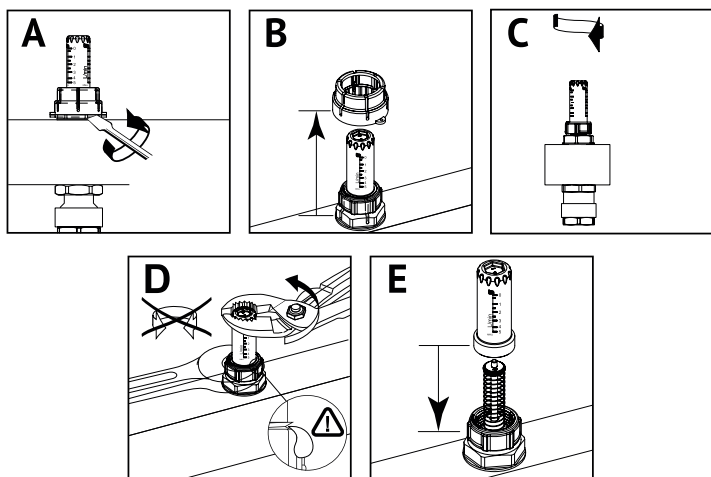

Рис.6 Очистка расходомера
• Очистка расходомера (Рис.6).
3. Выкрутите колбу расходомера с помощью ключа, придерживая черный штуцер другим ключом (D);
4. Очистите колбу расходомера или замените на новую и установите обратно на вентиль (E);